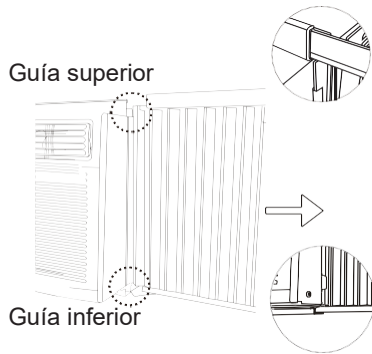

Figura 3
C. Una vez que haya instalado el panel al costado del bastidor, realice pequeños ajustes hasta asegurarse de que está bien sujetado dentro del marco. Deslice los extremos superior e inferior del marco por las guías superior e inferior del bastidor. Figura 3